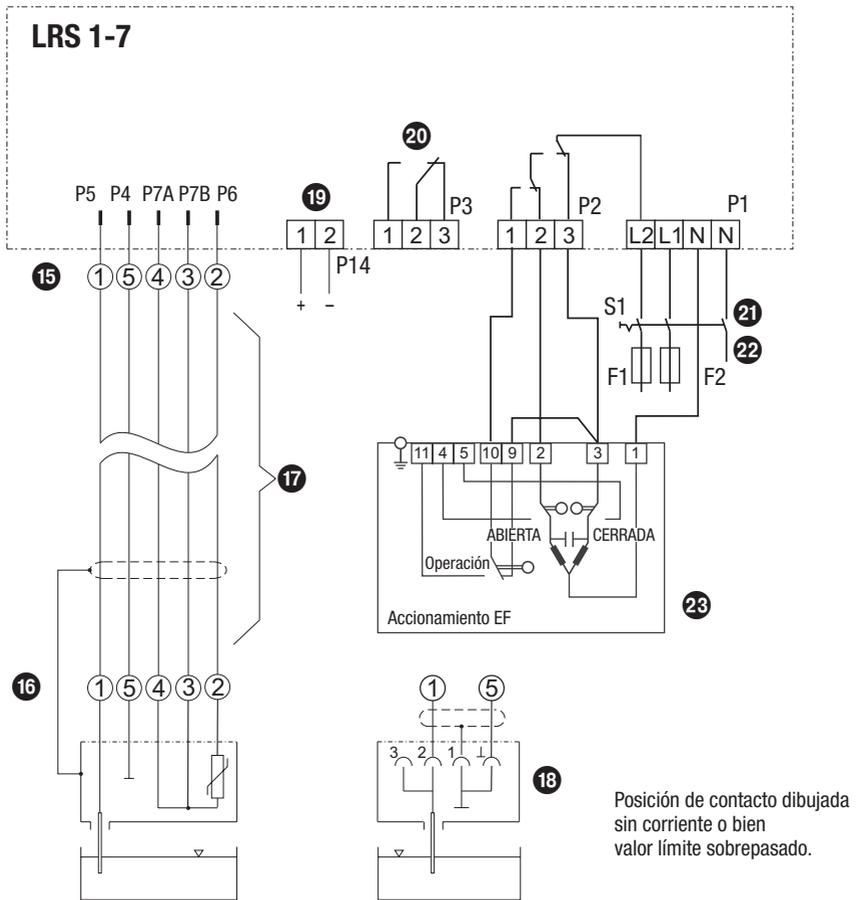

Fig. 4
El electrodo de conductividad LRG 16-9 y el interruptor de conductividad LRS 1-7 están provistos de enchufes de sensor M 12 de 5 contactos, codificados A, véase asignación en **Fig. 4 y Fig. 5**. Para conectar los aparatos se suministra como accesorio un cable de mando preconfeccionado (con enchufe macho y hembra) en diversas longitudes.
- Si el cable de mando preconfeccionado no se utiliza, será necesario conectar al cable de conexión un enchufe hembra blindado de acuerdo con el plano de conexiones **fig. 4**.
- Conectar el blindaje en el enchufe del electrodo de conductividad, véase el plano de conexiones **Fig. 4 y Fig. 5**.